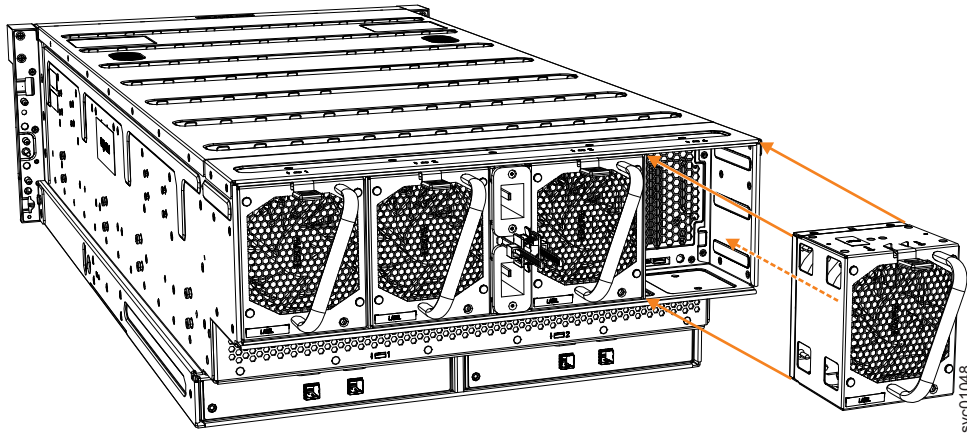

Abbildung 111. Lüftermodul entfernen
3. Ziehen Sie das Lüftermodul am Griff aus dem Erweiterungsgehäusechassis (siehe Abb. 111 auf Seite 124).